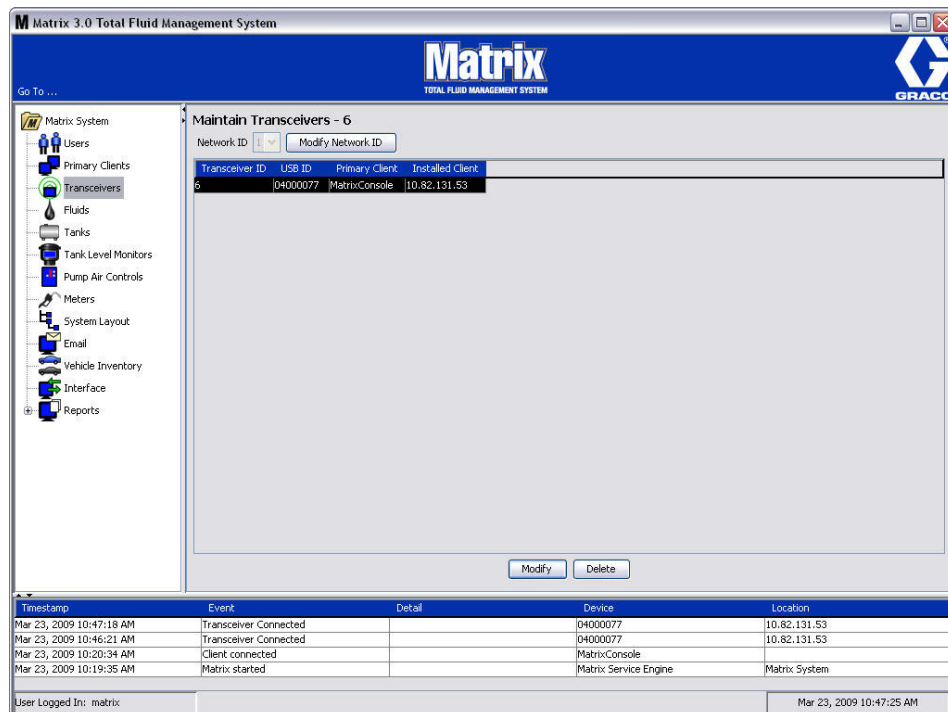
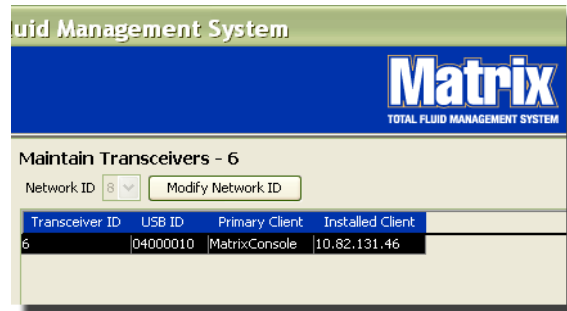

FIG. 83
FIG. 84
Het zendontvangerscherm zoals in FIG. 83 wordt gebruikt voor:
2. Om het netwerk-ID in te stellen, selecteert u de knop Netwerk-ID wijzigen zoals in FIG. 84.
4. Het geselecteerde netwerk-ID wordt nu weergegeven bovenaan het zendontvangerscherm in het netwerk-ID-veld, zoals afgebeeld in FIG. 83 en FIG. 84.